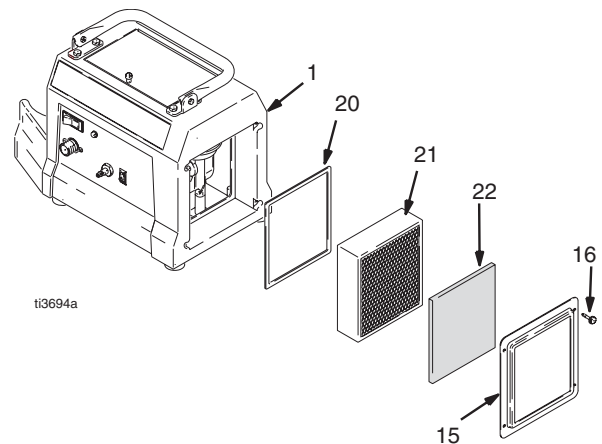

ABB. 6
- 2 Vier Schrauben (16) lösen und die Filterhalterung (15) und den Vorfilter (22) abnehmen. Abb. 6.
- 3 Hauptfilter (21) ausbauen und mit Hilfe einer der nachstehenden Methoden reinigen: